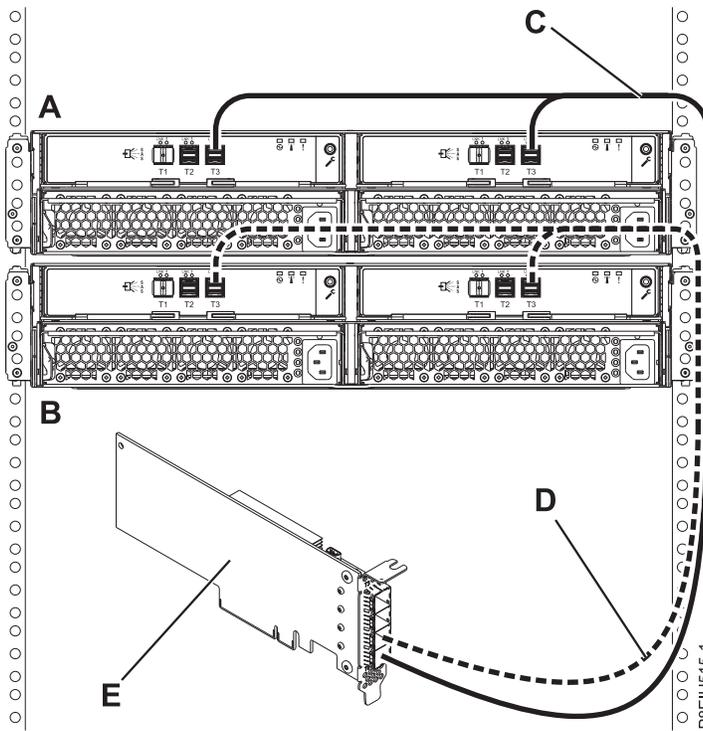

Figure 15. Connexion de mode 1 de deux armoires de stockage ESLL et ESLS avec des câbles YO12 à un adaptateur SAS FC EJ0J ou FC EJ0M unique
15. Etablissez une connexion de mode 1 de deux armoires (**A et B**) avec des câbles YO12 (**C et D**) à un adaptateur SAS FC EJ0J ou FC EJ0M unique (**E**), comme illustré dans la figure 15, à la page 18, puis passez à l'étape «Connexion des câbles et des cordons d'alimentation et installation des capots», à la page 24.